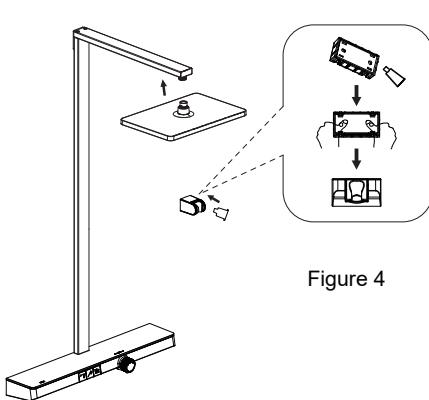

Figure 3
- a) Raccordez la douche de tête au tuyau du bras (Figure 3).